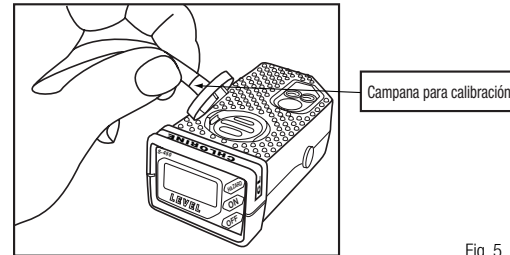

Fig. 5
3. Anexe la campana de calibración a la rejilla del sensor (Fig. 5). Para anexar la campana:
4. Conecte la manguera del regulador de gas del contenedor de gas para calibración a la campana para calibración. Abra la válvula de control de flujo de gas. Aplique un rango de 0.2 litros por minuto (lpm) para todos los sensores, excepto para los sensores de Cloro (CL) que requieren 0.5 litros por minuto (lpm). Haga lo anterior por aproximadamente 3 minutos para permitir que el sensor se estabilice.